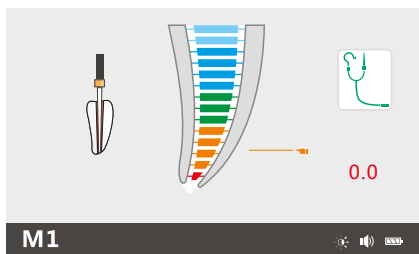

Рис. 22 Область апекса - червона
- Коли кінчик файла досягає апікального отвору, на шкалі висвічується червона точка і лунає безперервний звуковий сигнал (рис. 22)